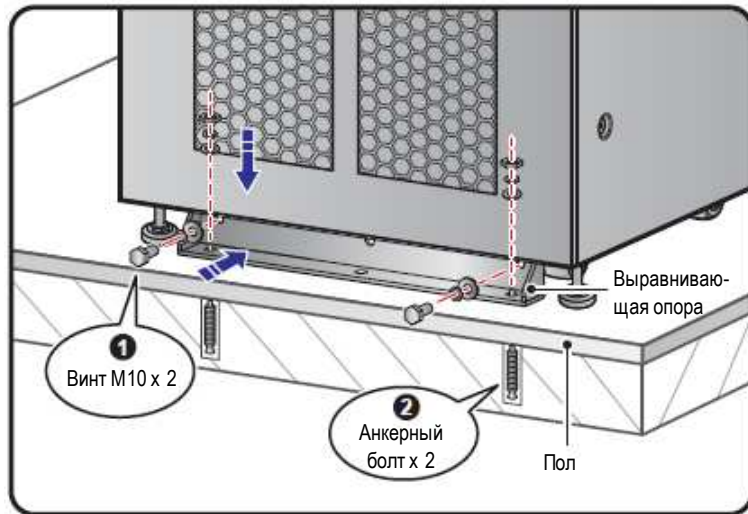

Рисунок 5-4: Установка задней выравнивающей опоры ИБП
- 4 Используйте торцевой ключ на 17 мм и два винта M10 ① (первоначально используемых для крепления задней выравнивающей опоры на паллете) для установки этой опоры (снятой во время распаковки) в задней части ИБП. Используйте два анкерных болта ② (предоставленных квалифицированным обслуживающим персоналом) для крепления задней выравнивающей опоры ИБП к полу. См. **Рисунок 5-4**.